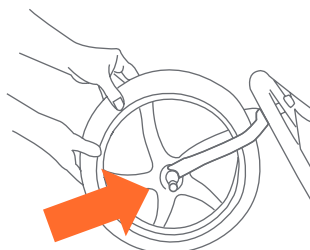

Fig. 2
2) • Faites glisser la roue avant sur les fourchettes avant (Fig. 2).